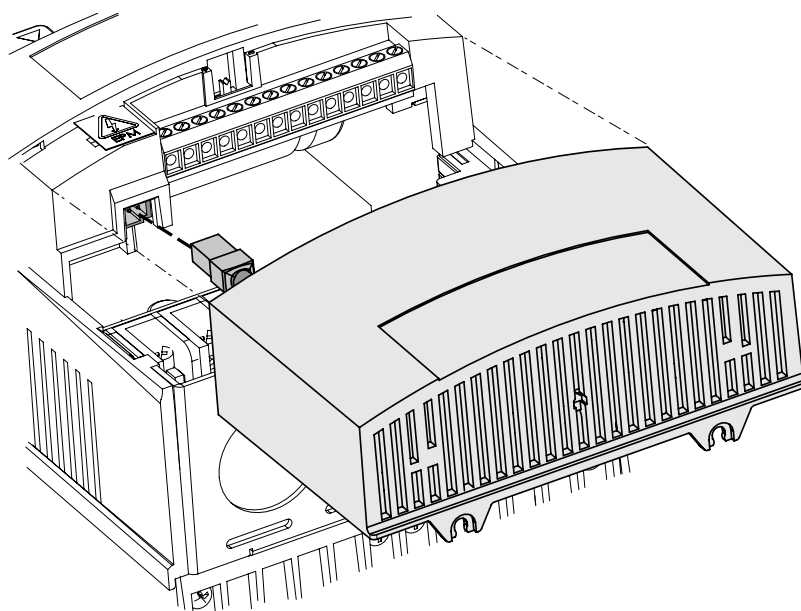

Figura 3: Rimontaggio del coperchio della morsetteria
4. Riallineare il coperchio alla morsettieria per il rimontaggio, collegare il connettore ombelicale del modulo all'azionamento, chiudere il coperchio e fissarlo saldamente come illustrato nella Figura 3.